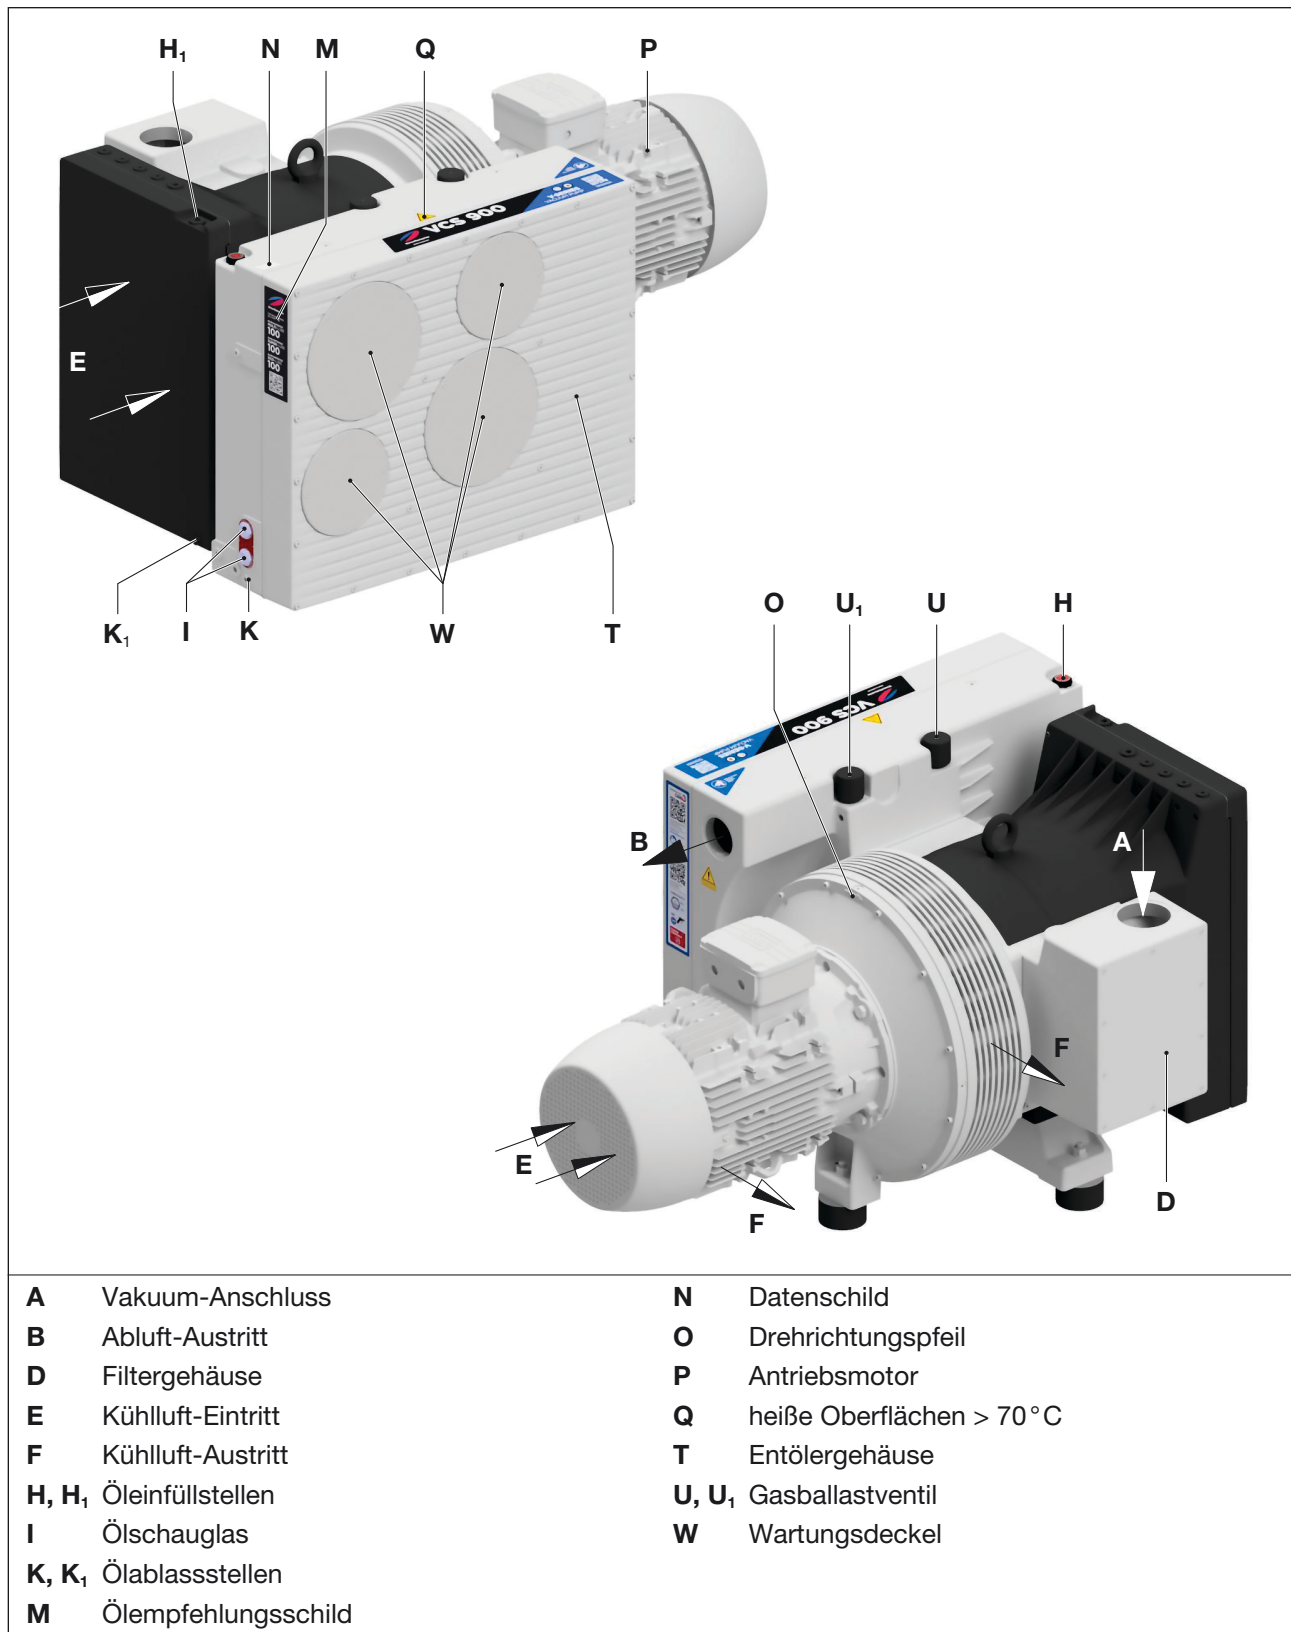

Abb. 2 Vakuumpumpe V-VCS 400–900
- Filtergehäuse (Abb. 2/D), Öleinfüllstellen (Abb. 2/H, H1), Ölschauglas (Abb. 2/I), Ölablässe (Abb. 2/K, K1), Gasballast (Abb. 2/U) und Entölergehäuse (Abb. 2/T) müssen leicht zugänglich sein.
Der Vakuumananschluss (Abb. 2/A) befindet sich auf dem Filtergehäuse (Abb. 2/D).
- a) Blindstopfen an Sauganschluss (Abb. 2/A) und Abluftaustritt (Abb. 2/B) entfernen.
- b) Rohrleitung an Vakuumananschluss (Abb. 2/A) anschließen.
- c) Die abgesaugte Luft kann durch den Abluftaustritt (Abb. 2/B) ausgeblasen oder mittels Schlauch- bzw. Rohrleitung weggeführt werden.